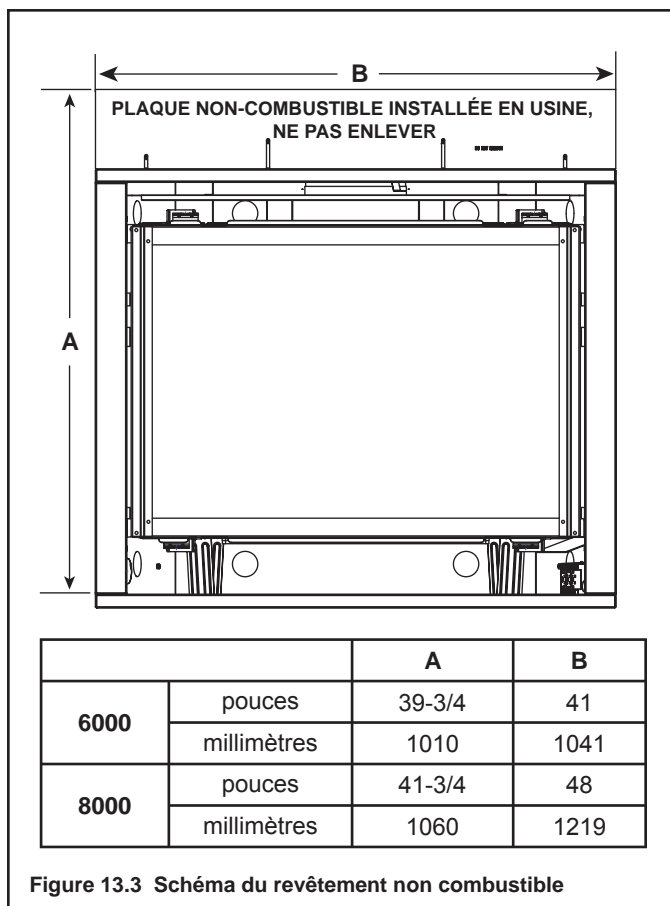

Figure 13.3 Schéma du revêtement non combustible
- Sceller les joints entre le mur fini et le haut et les côtés du foyer avec un produit d'étanchéité résistant à 300 °F au minimum. Voir la Figure 13.3.